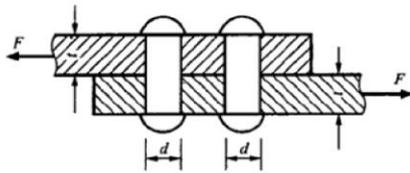

图 4
2. 图 4 所示铆钉联接，铆钉的直径为 d ，板件的厚度为 t ，铆钉的挤压应力为（ ）
- (A) $2F/(\pi d^2)$ ； (B) $F/(2dt)$ ；